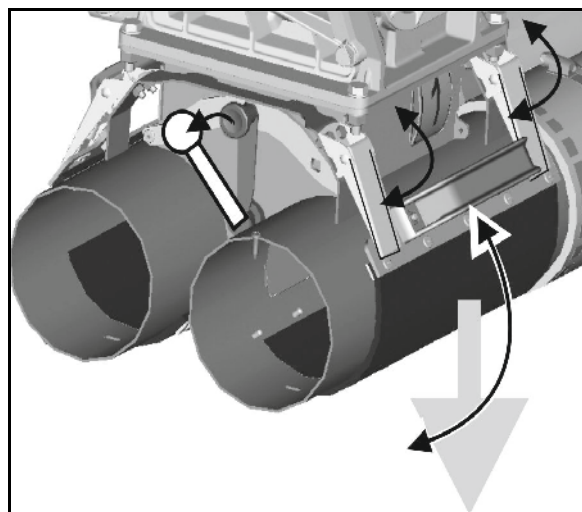

Рис. 74
4. Отверните и снимите крышку подшипника (Рис. 74).